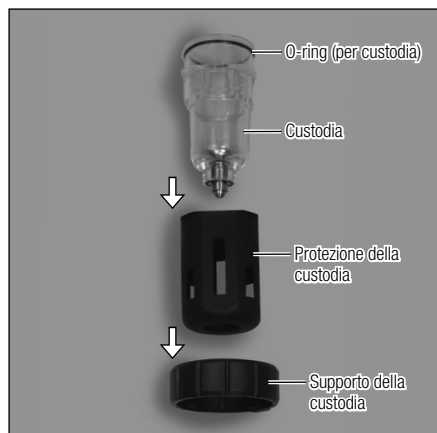

Fig. 37
- 10) Inserire la custodia nella protezione e quindi nel supporto della custodia (Fig. 37).